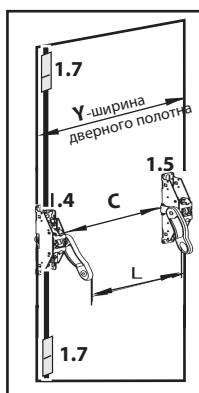
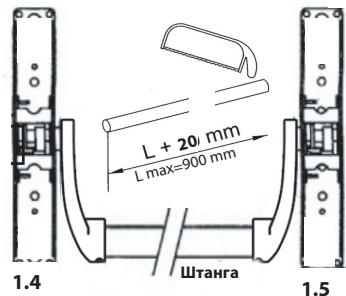

Рис.4
Рис.6
Совместите край механизма крепления 1.4 с краем дверного полотна. Механизм крепления 1.5 разместите на расстоянии С от механизма 1.4. С max=950 мм, С min=60%Y-80 мм (Рис.4). Поставьте отметку, просверлите отверстия под винты крепления.
Закрепите механизмы крепления 1.4 и 1.5 на дверном полотне. Измерьте расстояние между рычагами (L) (Рис.4), прибавьте к длине L 20 мм (заход в рычаги), отметьте это расстояние на штанге и отрежьте штангу (Рис.6).